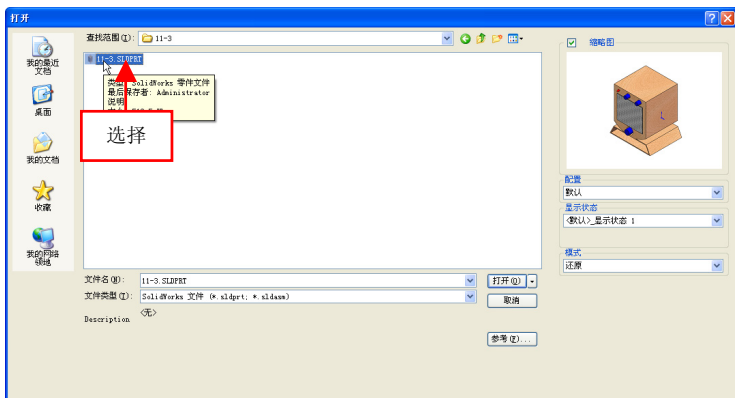

图 11-3 选择合适的模型文件
(3) 弹出【打开】对话框，选择合适的模型文件，如图 11-3 所示。